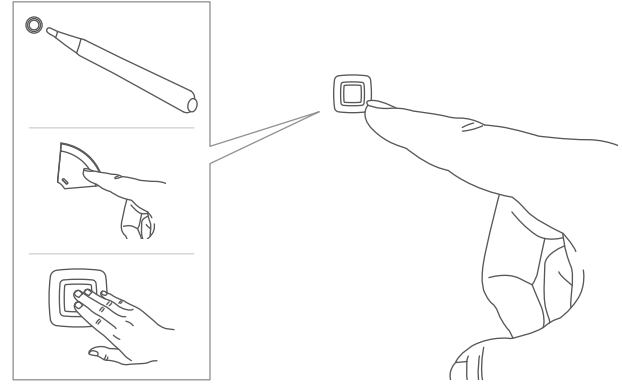

Abbildung 3
- Halten Sie die Systemtaste für 4Ls gedrückt Abb. 3 und stecken Sie gleichzeitig das Gerät in die Steckdose.